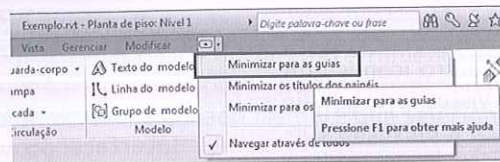
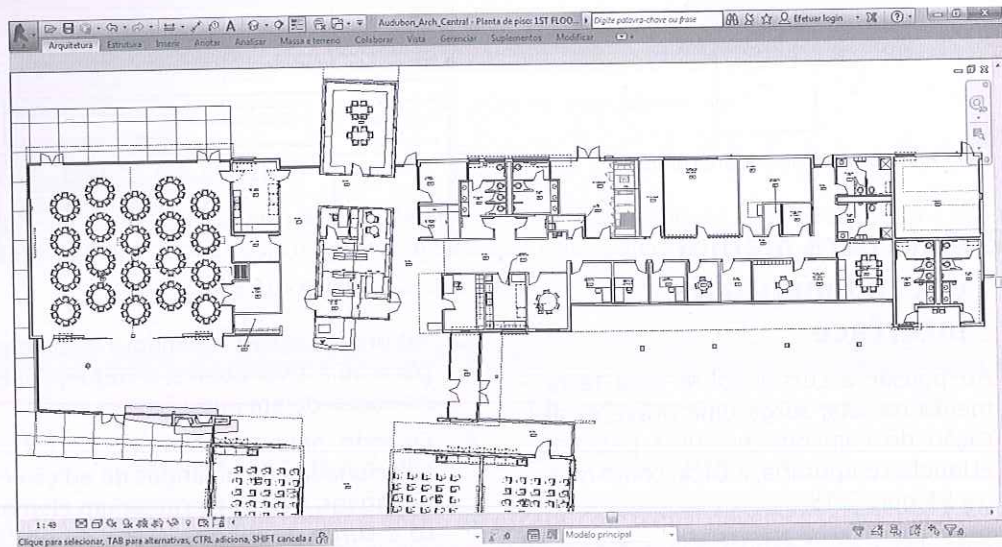

Figura 2.17 – Botão Minimizar para as guias.
Figura 2.18 – Tela gráfica aumentada.
6. Para aumentar a área gráfica e visualizar projetos muito grandes, feche o **Navegador de projeto** e a janela **Propriedades** e esconda a **Ribbon** clicando no botão **Minimizar para as guias** (Figura 2.17). O resultado é semelhante ao que se vê na Figura 2.18.